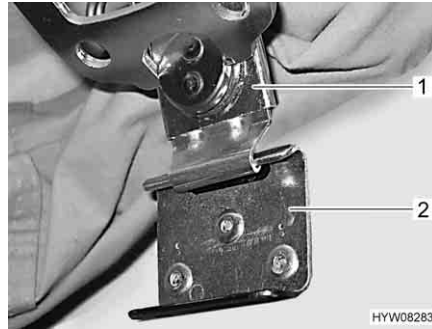

Bild 26 Verriegelung
- Auf beiden Seiten das Schnellspannschloss (Bild 26,1) nach unten ziehen und in Halteplatte (Bild 26,2) einhängen (Bild 26).